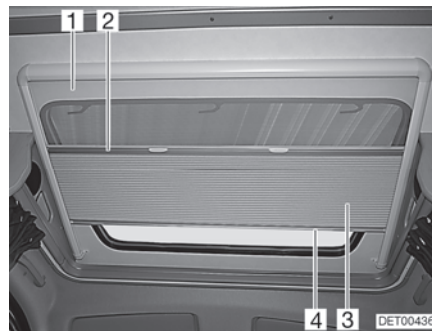

Fig. 49 Tragaluz
El estor plegable (Fig. 49,3) está unido fijamente con la protección contra insectos (Fig. 49,1).
- Coger el estor plegable por el centro de la tablilla final (Fig. 49,4) y tirar con cuidado hacia abajo.
- Regresar el estor plegable lentamente a su posición por la tablilla final (Fig. 49,4).
- Detener el centro de la tablilla final (Fig. 49,2) de la protección contra insectos y tirar con cuidado completamente hacia abajo.
- Regresar la protección contra insectos lentamente a su posición por la tablilla final del estor plegable (Fig. 49,4).